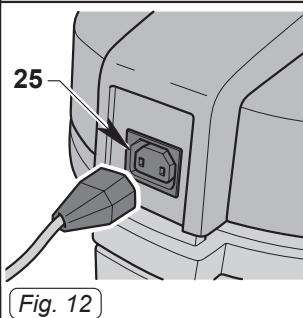

Fig. 12
- Collegare la spina dell'elettrospazzola alla presa (25 Fig. 12) presente sulla testata dell'aspirapolvere (massima potenza consentita 200 W).